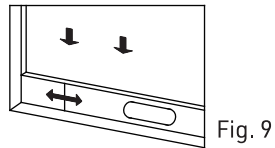
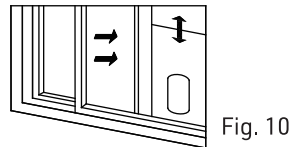

Fig. 9
Fig. 10
- 1.) Ouvrez partiellement la fenêtre et installez la plaque d'étanchéité pour fenêtre dans l'ouverture (comme indiqué à la Fig. 9 et la Fig. 10). Elle peut être installée en position horizontale ou verticale;